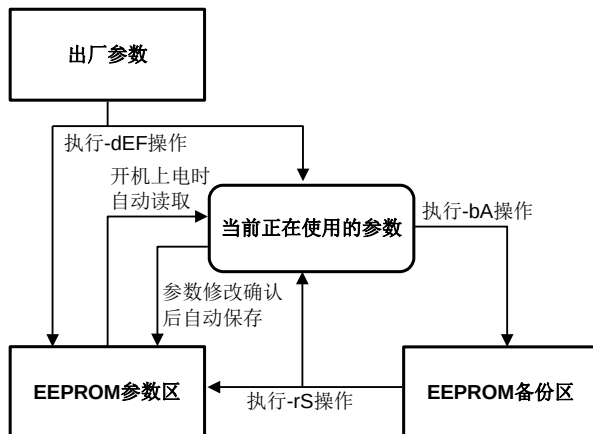

图 3-3 参数管理
**参数设置、保存和备份的关系如图 3-3 所示。参数存储管理包括 3 项功能：**